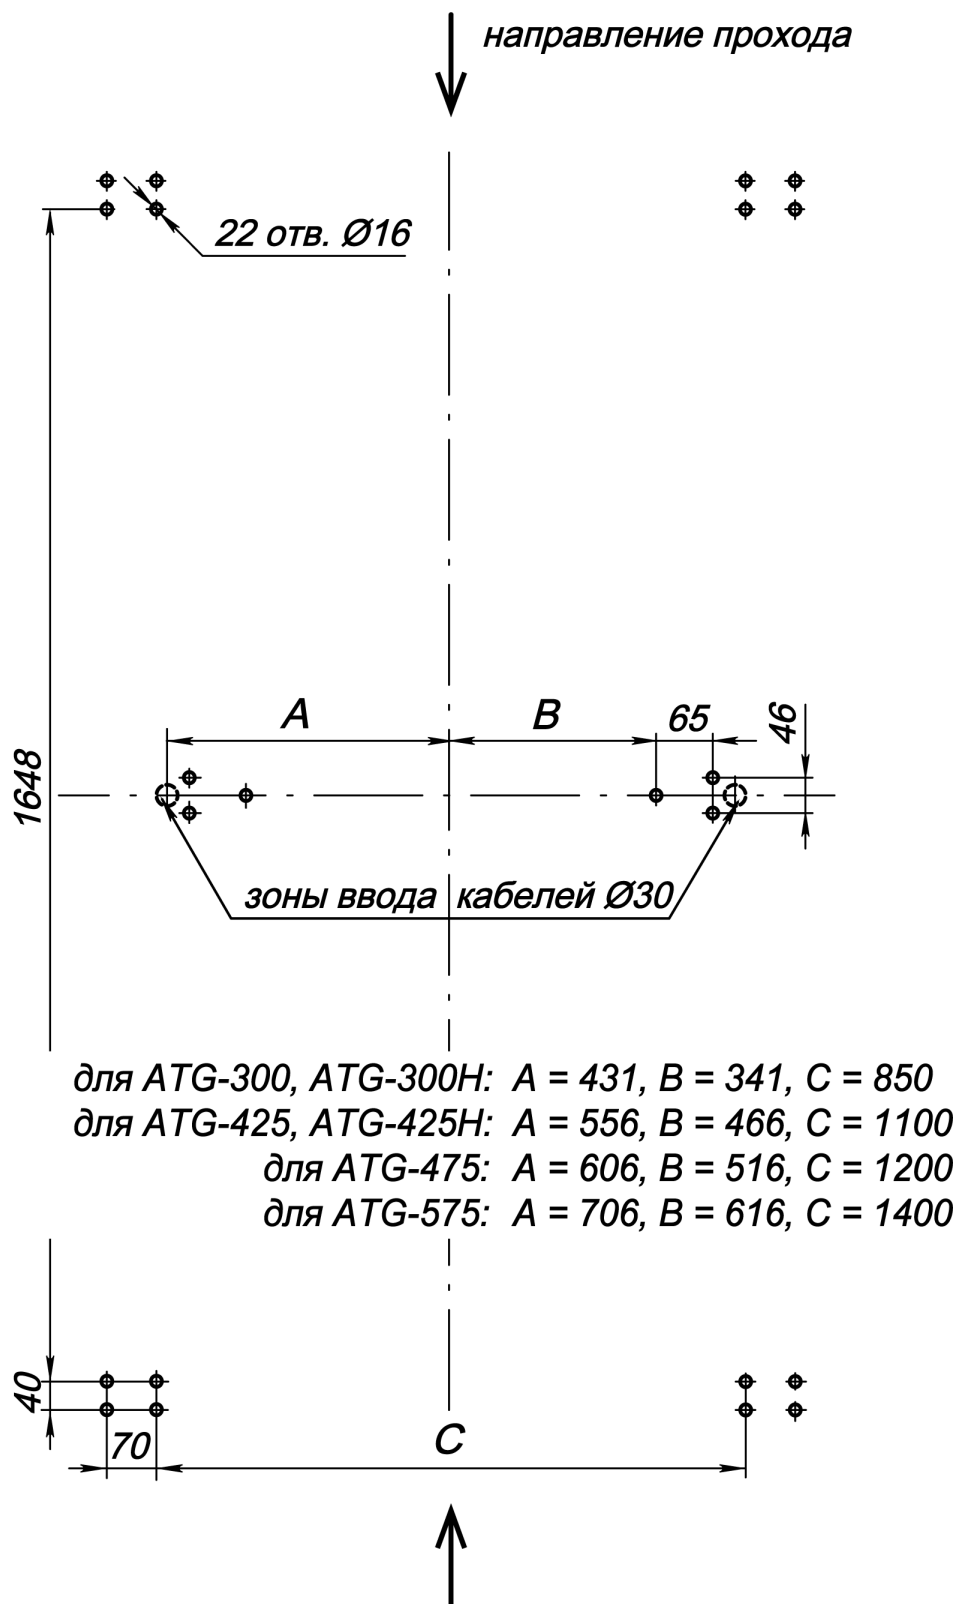
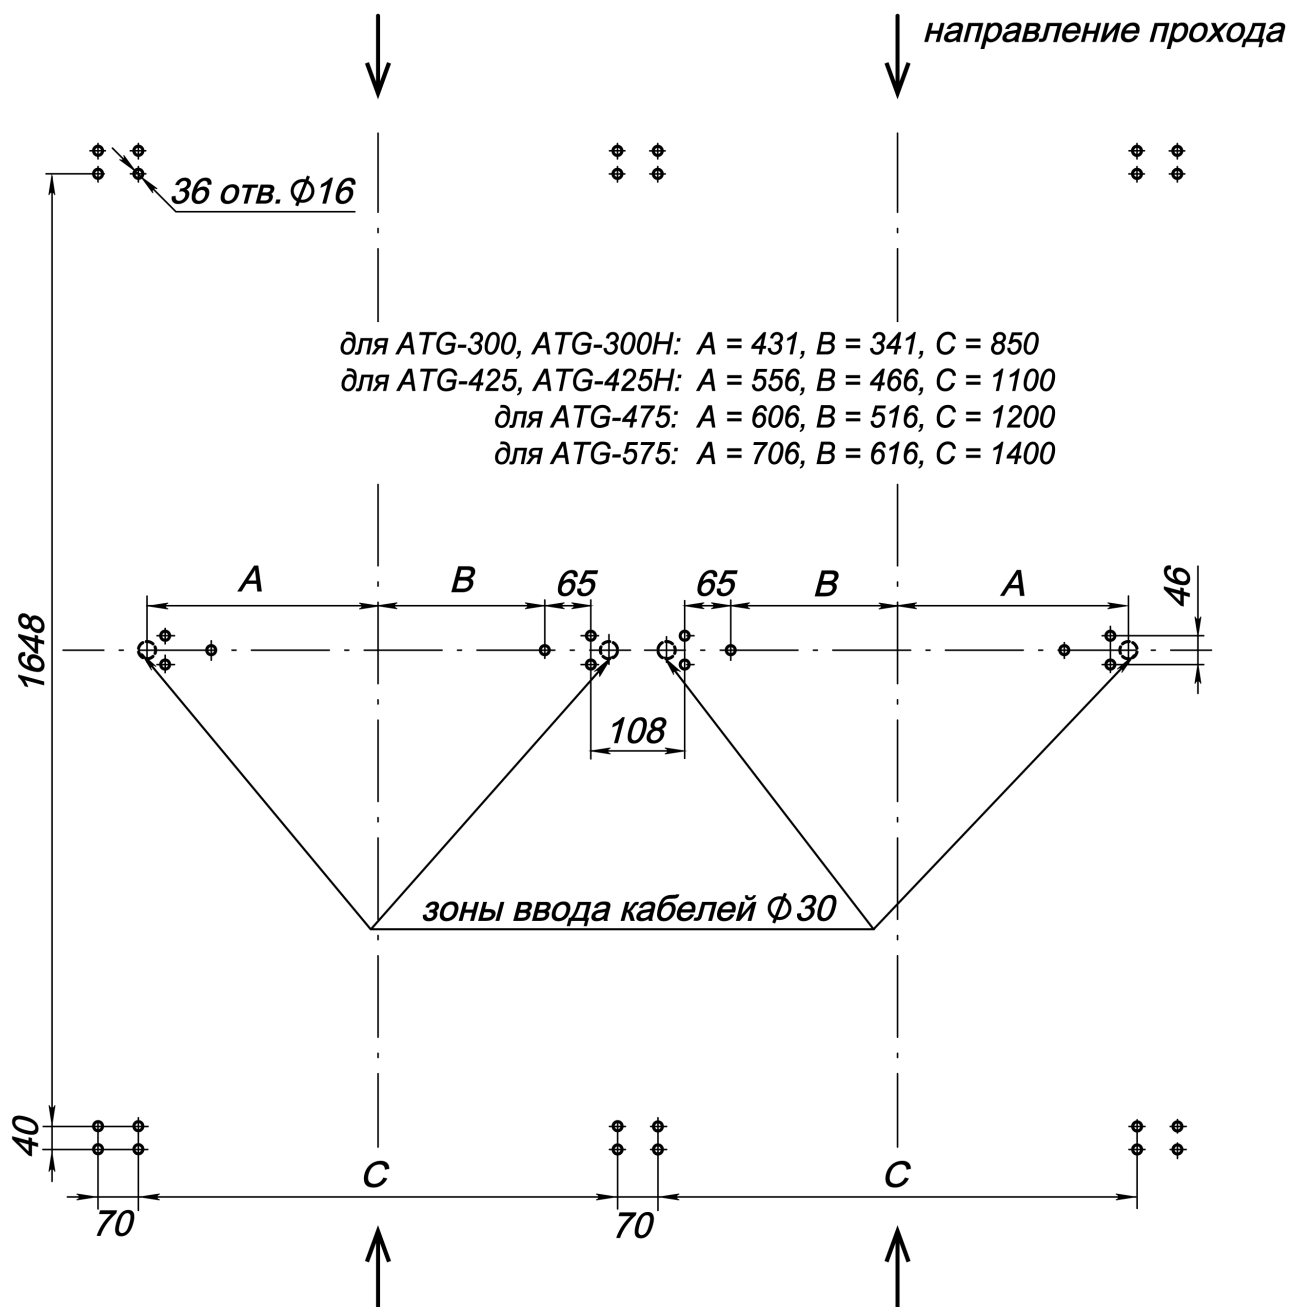

Рисунок 19. Схема разметки для монтажа турникета¹
Рисунок 20. Схема разметки для монтажа турникета и двусторонней секции¹
Содержание монтажных операций дано с учетом рекомендаций, приведенных в разд. 8.1. Оборудование и инструменты, необходимые при монтаже, перечислены в разд. 8.2. Номера позиций указаны в соответствии с рис. 8 и 9. Схема электрических соединений турникета приведена на рис. 20. Типы кабелей, используемых при монтаже, перечислены в табл. 5. На рис. 19 приведен пример схемы соединений турникета и двусторонних секций при организации проходной с несколькими зонами прохода.
Если нет возможности использовать способ протяжки кабелей кондуктором, при необходимости кабели DC и CAN можно проложить сразу, до начала установки секций. Данные кабели находятся в центральной стойке секции (стороны секции) *Slave* внизу под кожухом. Для этого необходимо распаковать секцию *Slave*, снять кожух с центральной стойки (см. рис. 21), вынуть кабели DC и CAN и отсоединить их от платы управления приводом. На концах жил кабелей имеются маркеры с номерами, соответствующими схеме соединений (рис. 20).
14. Через отверстие для ввода кабелей в основании центральной стойки двусторонней секции (со стороны *Master*) введите внутрь стойки кабели для управления второй зоной прохода: от ИП, от ПДУ или контроллера СКУД, от устройства *Fire Alarm* и дополнительного оборудования, а также кабели DC (19) и CAN (20) от секции (сторон секции) *Slave* или же кондуктор для их протяжки.
20. Подключите кабели к плате управления первой зоны прохода согласно схеме электрических соединений турникета (см. рис. 11 и рис. 20). Плата расположена в нижней части центральной стойки секции *Master*.
Соединительные кабели DC (2) и CAN (4) подключаются к клеммным колодкам **X5** платы управления секции *Master* и **X1** платы привода секции *Slave* в соответствии с маркировкой их жил (см. рис. 20).